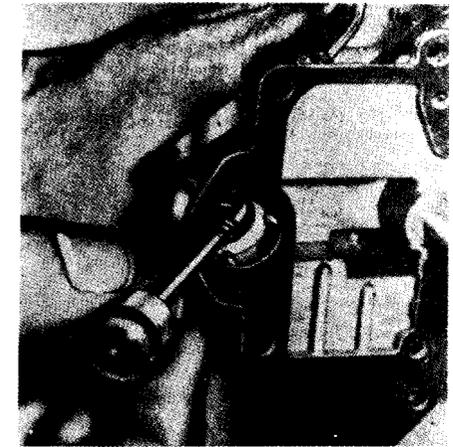

fig. 9
Do liame remove a arruela e a mola. Remova os parafusos (2) que fixam a tampa (1) ao corpo do carburador (38). Remova a tampa (1) juntamente com o êmbolo da bomba de aceleração (7). Remova as presilhas e arruela e desligue a haste do êmbolo da bomba de aceleração (7) da alavanca da bomba (4). Remova o êmbolo da tampa (fig. 9), desencaixe a mola cônica (8) do seu lado inferior e deixe o êmbolo mergulhado em um recipiente com gasolina ou querosene, para evitar que o couro do êmbolo resseque.